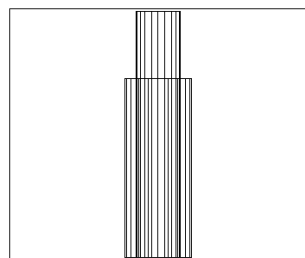

图 1-3
6. 切换视图。单击  按钮或者单击 View 3D Views Front, 结果如图 1-3 所示。